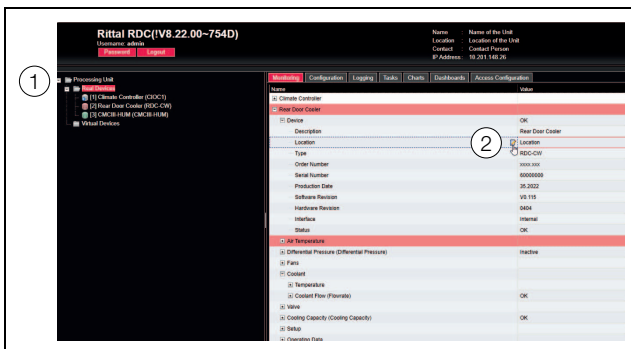

Abb. 99: Auswahl eines einzelnen Parameters
- Klappen Sie nacheinander die Einträge „Liquid Cooling Unit“ und „Device“ aus, indem Sie auf das „Plus“-Zeichen vor dem Eintrag klicken (Abb. 99, Pos. 1).
- Setzen Sie den Mauszeiger an das Ende der ersten Spalte in der Zeile „Location“ (Abb. 99, Pos. 2). Es erscheint ein „Edit“-Symbol und der Mauszeiger ändert sich in ein „Hand“-Symbol.